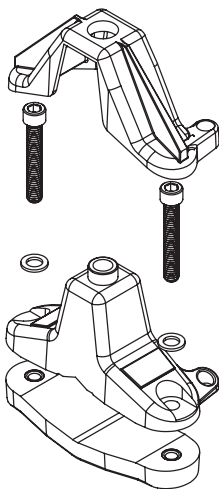

Figure 4
7. Pour le montage de la **section de la pointe du nez**, positionnez l'ensemble de montage sur la traverse avant en vous assurant que le boîtier de la bobine repose sur la traverse arrière avec suffisamment d'espace pour le montage à l'étape suivante. Une fois que la position correcte trouvée, retournez l'unité et serrez les boulons d'ancrage fixant l'**ensemble du montage de la pointe du nez**. Retournez l'unité et placez les **pieds de la bride de support** sous la traverse avant et fixez-la avec une **petite rondelle** et un **boulon de bride de support** de 2 po (5,1 cm) (pour le Thule Xsporter, utilisez des boulons d'ancrage de 2,5 po (6,4 cm)) comme indiqué à la **figure 4**
8. Pour le montage de la **section de la pointe du nez**, positionnez l'ensemble du **montage de la pointe du nez** sur la traverse avant en vous assurant que l'**ensemble du montage du boîtier de la bobine** repose sur la traverse arrière. Une fois la bonne position trouvée, retournez l'unité et serrez les **boulons d'ancrage** à l'aide de la **clé hexagonale** de ¼ po (6 mm) qui maintient en place les assemblages de montage de la pointe du nez et du boîtier de la bobine. Retournez l'appareil et placez les **pieds de la bride de support** sous les traverses avant et arrière et fixez-les avec une petite rondelle et un **boulon de bride de support** de 2 po (5,1 cm), comme indiqué à la **figure 4** (pour le Thule Xsporter, utilisez des boulons d'ancrage de 2,5 po (6,4 cm)).
6. Pour le montage de la **section du boîtier de la bobine**, positionnez l'ensemble du montage sur la traverse avant en vous assurant que le boîtier de la bobine repose sur la traverse arrière avec suffisamment d'espace pour le montage à l'étape suivante. Une fois que la position correcte trouvée, retournez l'unité et serrez les boulons d'ancrage fixant **Montage du boîtier de la bobine**. Retournez l'unité et placez les **pieds de la bride de support** sous la barre transversale avant et fixez-la avec une **petite rondelle** et un **boulon de bride de support** de 2 po (5,1 cm), comme indiqué à la **figure 4** (pour le Thule Xsporter, utilisez des boulons d'ancrage de 2,5 po (6,4 cm)).